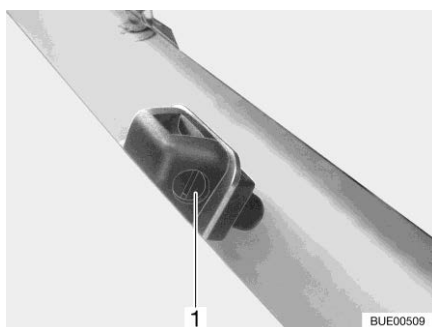

Bild 41 Spolarmunstycken
- Vrid ställskruven (Bild 41,1) med en lämplig skruvmejsel tills önskat läge nås.